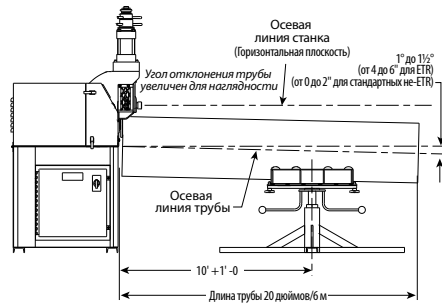

РИС. 3 - ТРУБНАЯ ПОДСТАВКА
- На Рис. 3 показана регулируемая трубная подставка Victaulic (VAPS 224), которая предназначена для труб 2–24 дюйма.
4. Расположите трубную подставку на расстоянии, немного дальше половины длины трубы от станка. Смотрите Рис. 3 ниже.
6. При обработке труб роликами ETR отрегулируйте высоту трубной подставки таким образом, чтобы труба была ниже уровня станка примерно на 1 – $1 1/2^\circ$ ($1/4$ дюйма/фут или 20 мм/м). Смотрите Рис. 3 выше. **ПРИМЕЧАНИЕ:** Во время регулировки высоты трубной подставки труба должна быть вставлена между роликами. При обработке труб стандартными роликами (не-ETR) отклонение должно составлять 0° – $1/2^\circ$ ($1/8$ дюйма/фут или 5 мм/м).